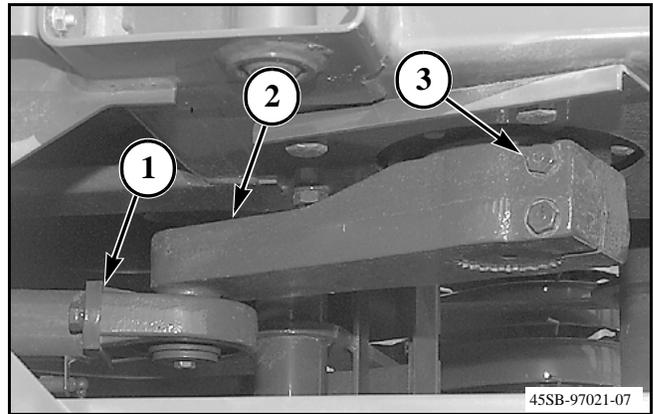

FIG. 72
FIG. 72: Gire el volante para mover el émbolo hacia la parte trasera. Quite los tornillos de cabeza que sujetan la varilla de conexión del émbolo (1) al brazo de cigüeñal (2).